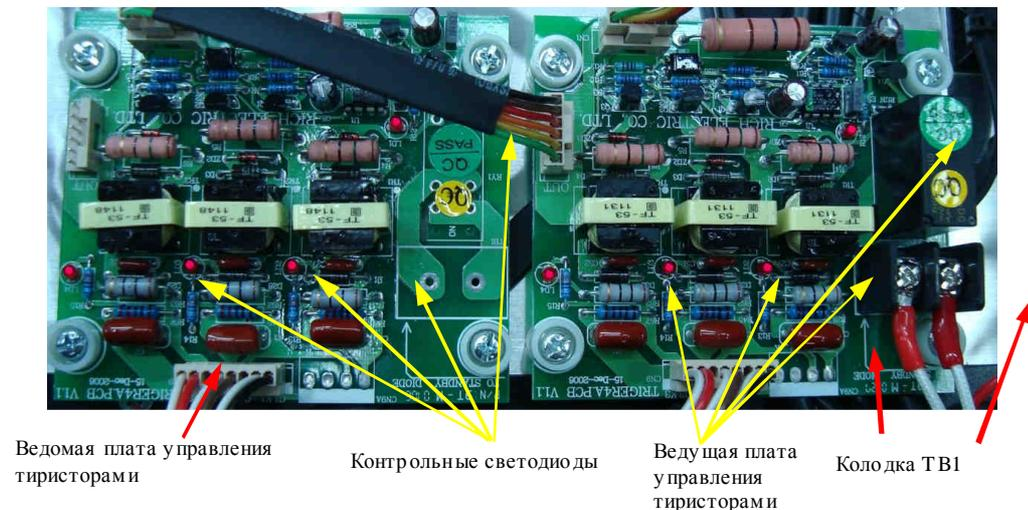

Рис. 4.12.
4.9.2. Подать напряжения ~220 В и =540 В на плату драйверов. Проконтролировать свечение дисплея на пульте управления с надписью «Опорная частота XX XX Гц» и в всех контрольных светодиодах (по 4 шт.) на ведущей и ведомой платах управления тиристорами (рис. 4.12).
4.9.4. Подключить мультиметр в режиме измерения сопротивления к клеммам колодки ТВ1 в ведущей платы управления тиристорами (рис. 4.12): показания прибора должны соответствовать обрыву цепи.